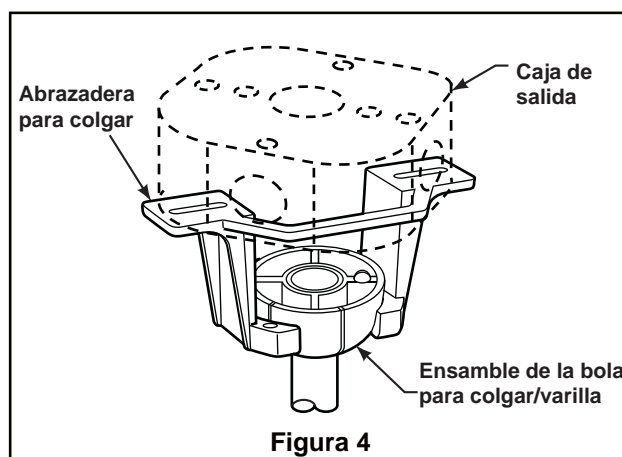

Figura 4
4. Enrosque el soporte de la varilla y alinee los orificios de la clavija de horquilla en ambas piezas. Instale la clavija de horquilla y asegúrela con la pinza de horquilla. Fije los dos tornillos de presión y las tuercas de seguridad en el soporte de la varilla interior. (Figura 4)
2. Levante cuidadosamente el ventilador y coloque el ensamble de la bola para colgar/varilla en la abrazadera para colgar que acaba de fijar a la caja de salida. Asegúrese de que la ranura de la bola esté alineada con la lengüeta de la abrazadera para colgar. (Figura 4)
3. Una vez realizadas las conexiones, gire los conductores hacia arriba y, con cuidado, colóquelos dentro de la caja de salida; con los conductores blancos y verdes hacia un lado y los conductores negros hacia el otro. (Figura 4)
- 4.** Si desea instalar el kit de iluminación, sátese este paso. Instale la cubierta del cable del kit de iluminación en el ensamble de la placa de iluminación usando las dos ranuras con clave. Sustituya el tornillo extraído y fije bien los tres tornillos. (Figura 4)
4. Para configurar el código del mando a distancia, mueva los interruptores de código hasta colocar el código de selección en la posición arriba o abajo. Con un destornillador pequeño o con una lapicera (no se incluye) deslice firmemente hacia arriba o hacia abajo. (Figura 4)